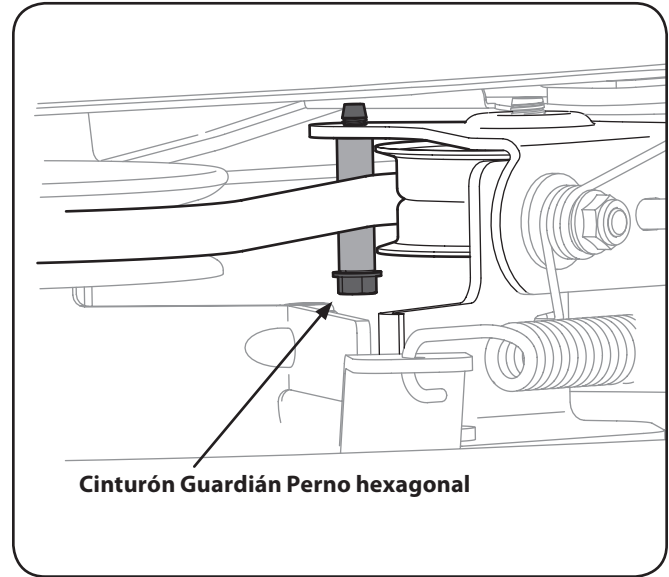

Figura 7-6
6. Quite el fijador de la correa retirando el perno hexagonal que lo fija. Ver Figura 7-6.